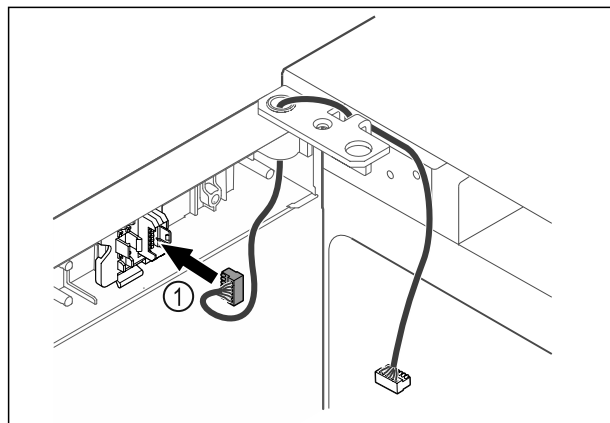

Fig. 41
- ▶ Zasuňte zástrčku Fig. 41 (1) do držiaka zástrčky.